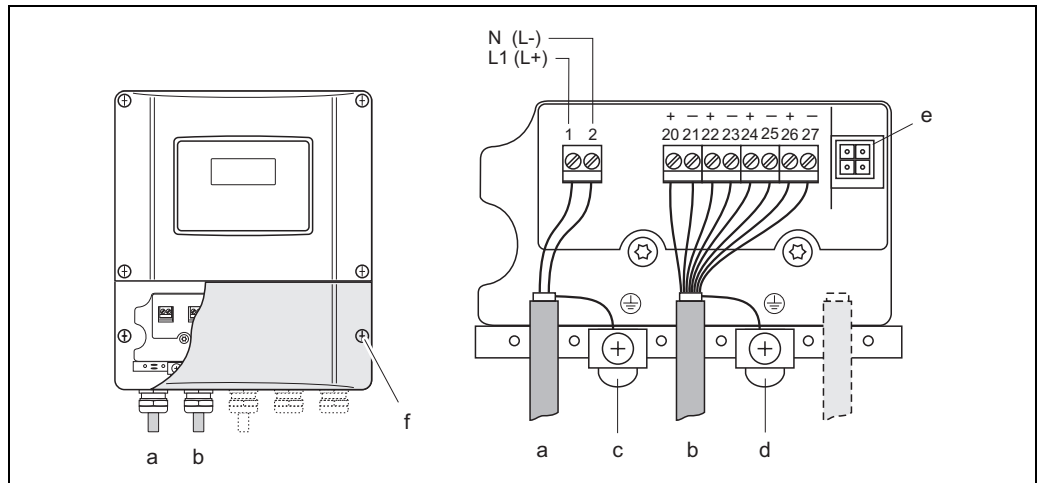

Fig. 20: Conexión del transmisor (caja de montaje en pared). Sección del cable: máx. 2,5 mm²
- Diagrama de conexionado (caja de montaje en pared) → Fig. 20